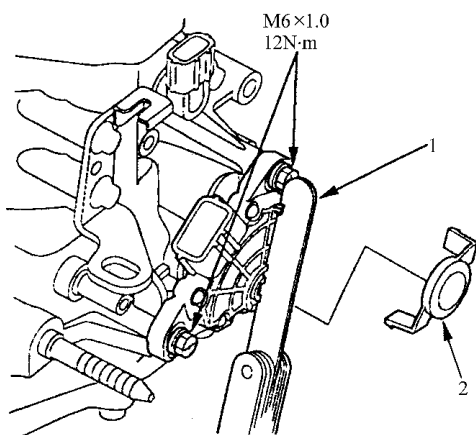

图 5-144 在保持 N 位置时安装螺栓
61) 如图 5-144 所示, 继续保持在 N 位置, 将变速器档位开关上的螺栓锁紧。拧紧螺栓时, 不要移动变速器档位开关。拆除塞尺, 然后安装旋转构架罩。